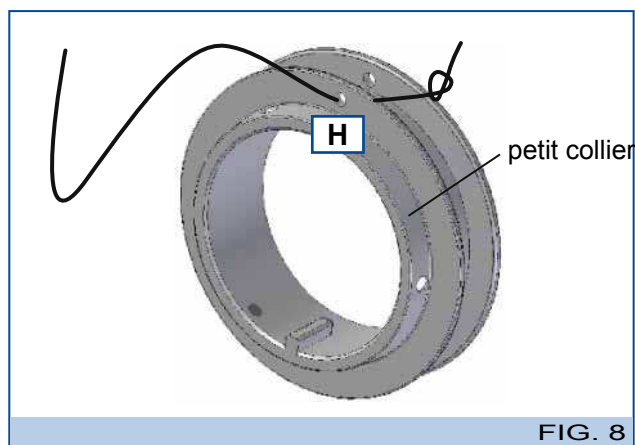

FIG. 8
10° Insérer la corde à l'intérieur du trou (H) de la poulie en l'attachant avec un nœud des deux côtés du tube. (voir fig.8)